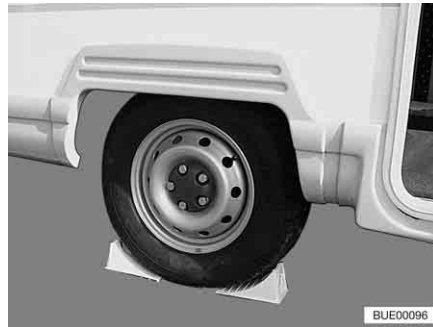

Bild 210 Säkra fordonet
- Använd stoppklossar eller liknande lämpliga föremål på det motsatta hjulet för att säkra fordonet (Bild 210).